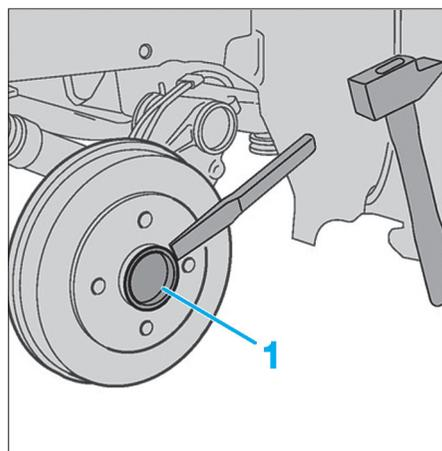

Fig. 8
- le bouchon d'étanchéité du moyeu (1) (Fig.8),